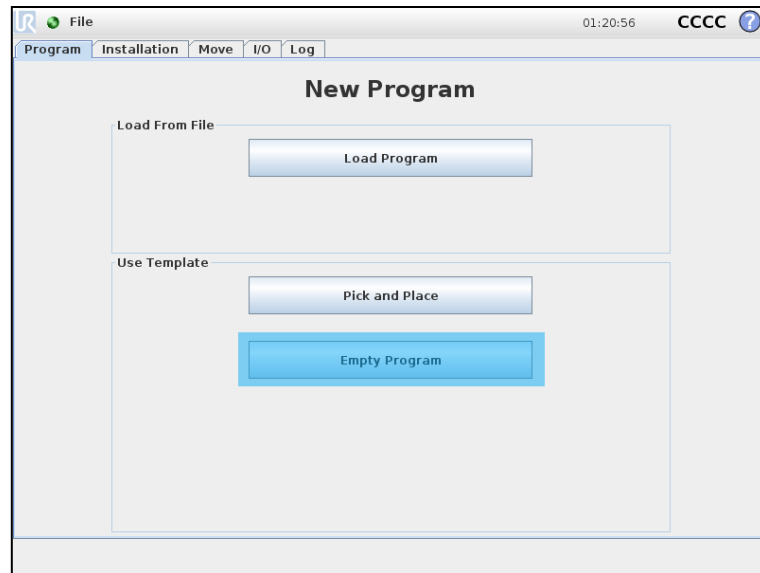

图 5.12 创建新工程
3. 创建新工程，点击选择 **Empty Program** 按键。如图 5.12 所示。